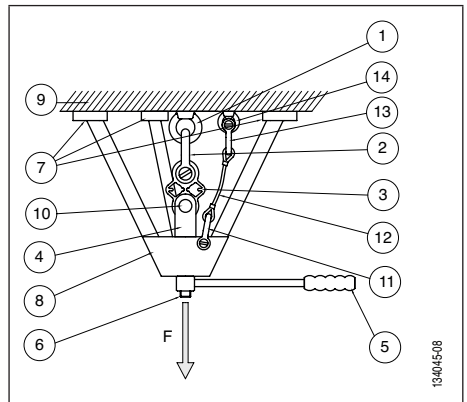
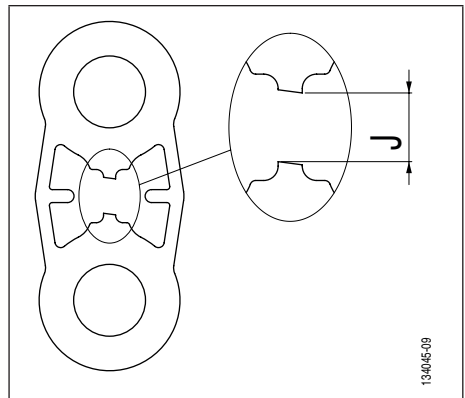

Fig. 6
Fig. 7
- 1 appareil de mise en charge à actionnement manuel de type trépied (voir Fig. 6, page 12, chapitre 4.2. Schéma),
- 1 dispositif de sécurité pour la retenue du dispositif de mise en charge, en cas de rupture du point d'ancrage à tester, comprenant (voir Fig. 6, page 12):
- 1 élingue de sécurité de longueur appropriée (voir Fig. 6, page 12, chapitres 4.2. Schéma et 4.3. Vérifications avant installation),
⚠ DANGER: Pour tester un point d'ancrage à l'aide de la plaquette de test TA, l'opérateur doit impérativement utiliser un appareil de mise en charge de type trépied à actionnement manuel qui aura été spécifiquement étudié et dimensionné en vue de pouvoir être utilisé pour la mise sous charge de traction sans risque du point d'ancrage à tester (Fig. 6) ou tout autre appareil de mise sous charge de traction de la plaquette de test TA spécialement étudié et dimensionné pour être utilisé en toute sécurité.
L'ensemble des vérifications avant installation décrites ci-dessous, fait référence à la Fig. 6.
L'ensemble de la procédure décrite ci-dessous, fait référence à la Fig. 6.
DANGER: Le jeu 'J' maximum (Fig. 7, page 13) ne doit pas dépasser 15 mm.
1. Augmenter progressivement la charge en agissant sur l'appareil de mise en charge (Fig. 6, page 12, repère 8). L'opérateur devra impérativement regarder en permanence la plaquette afin de pouvoir stopper la mise en charge juste après la rupture de la section 'S' de la plaquette (Fig. 7).
2. A la rupture de la section indicatrice 'S' de la plaquette de test TA (Fig. 7), l'opérateur doit immédiatement stopper son action sur l'appareil de mise en charge au risque de rompre totalement la plaquette.
8. De continuer la mise en charge de la plaquette de test TA après rupture de la section indicatrice 'S' (cf. chapitre 5.2. Procédure de mise en oeuvre du test de traction, Fig. 7, page 13).